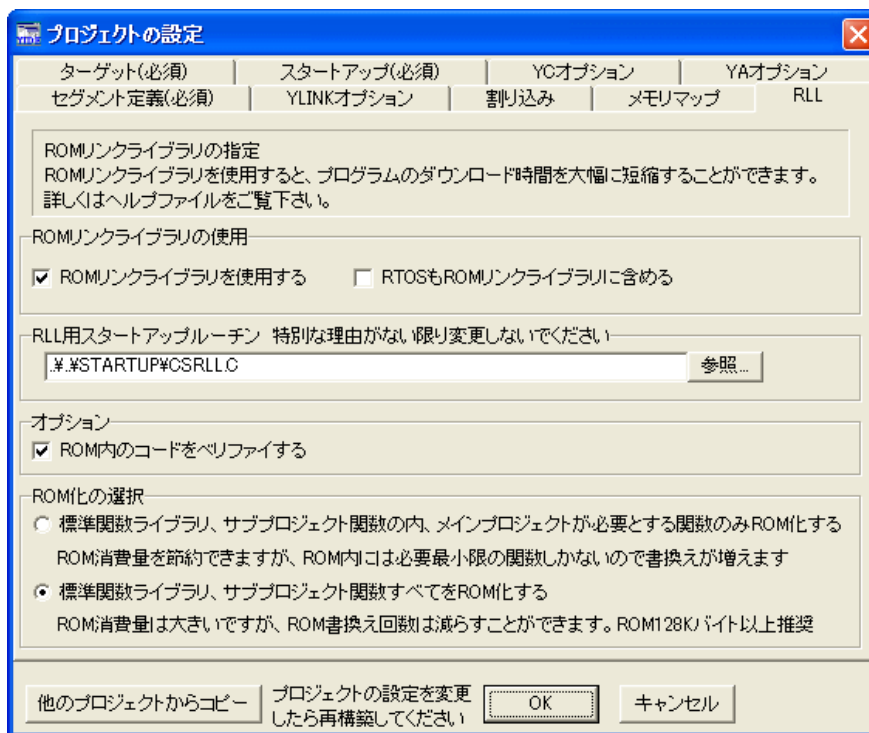

図 34 RLLの設定画面
3. 図 34のような画面となりますので[ROMリンクライブラリを使用する]にチェックを入れます。念のため他の項目も画面のように設定されているか確認し、[OK]ボタンを押します。